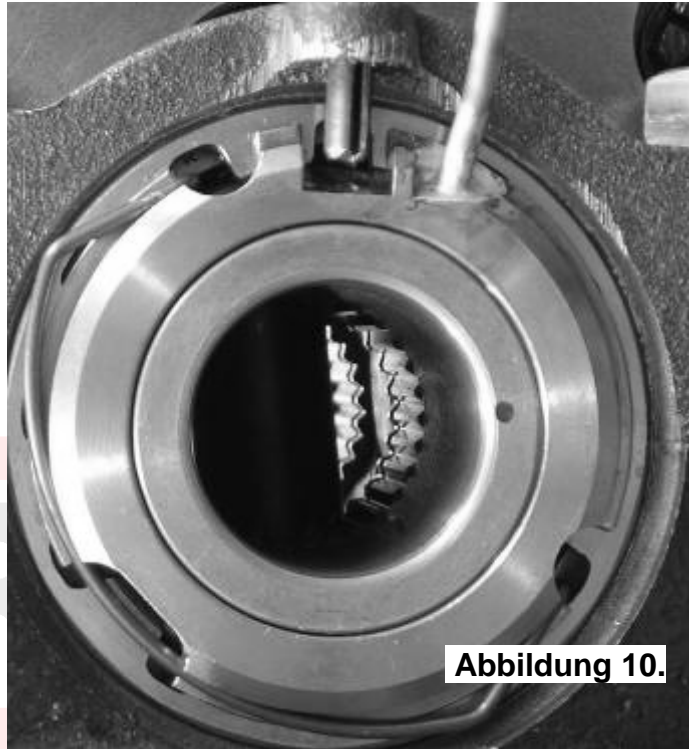

Abbildung 9.
- Drehen Sie das Dichtringgehäuse bis eines der zwei großen Ausschnitte bündig mit der Position der Einstellbuchsen-sicherungen am Lagerdeckel ist. Befestigen Sie die Sicherungen. Die Sicherungen dürfen das Dichtringgehäuse nicht berühren (s. Abb. 9.).